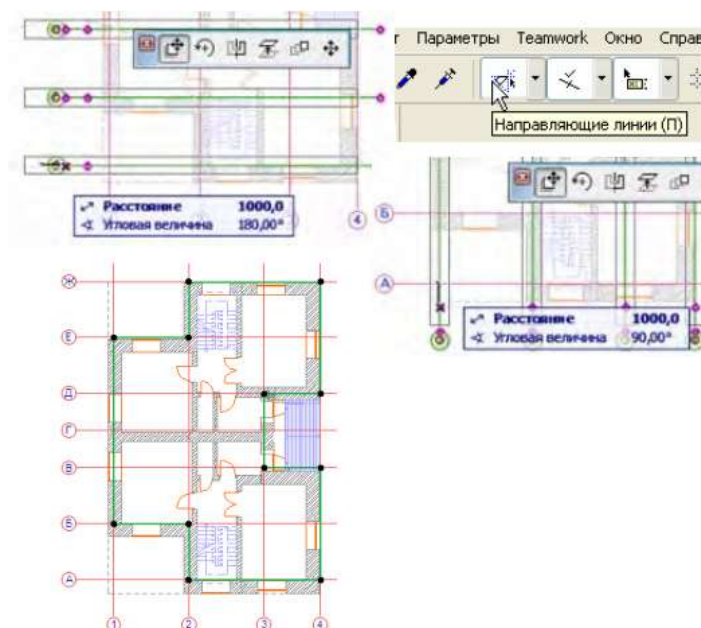

Рисунок 7.11
9. Включите кнопку **Временно разгруппировать** и выделите **горизонтальные линии сетки**. Переместите курсор по горизонтали влево (в табло слежения угловая величина должна быть равной 180° (рисунок 7.11), затем введите с клавиатуры 1000 и нажмите клавишу [Enter]. Когда начинаете вводить числовое значение, оно всегда попадает в поле по умолчанию, котрым является поле **Расстояние**.